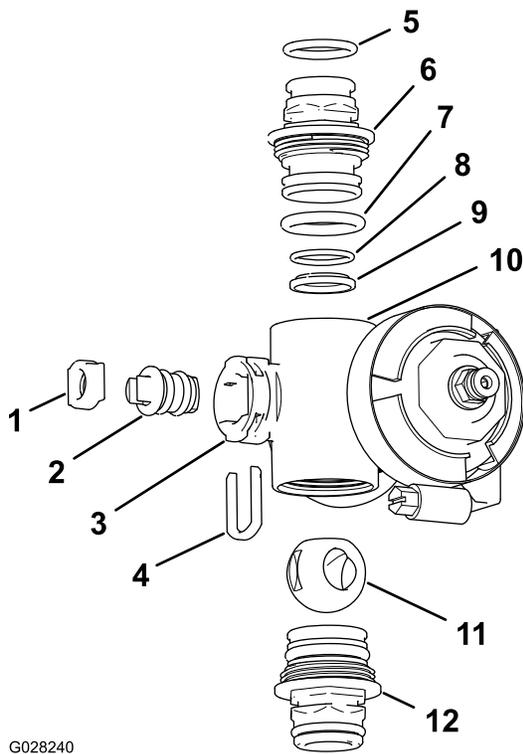

Рисунок 124
2. Снимите два штуцера торцевой крышки в сборе с каждого конца корпуса коллектора (**Рисунок 123** и **Рисунок 124**).
4. Извлеките держатель штока из пазов в отверстии штока в коллекторе (Рисунок 123 и Рисунок 124).
5. Снимите держатель штока и седло штока клапана с коллектора (Рисунок 123 и Рисунок 124).
6. Просуньте руку внутрь корпуса коллектора и извлеките оттуда шток клапана в сборе (Рисунок 123 и Рисунок 124).
1. Проверьте состояние уплотнительных колец выпускных штуцеров (только коллектор клапана секции), уплотнительных колец торцевых крышек, задних уплотнительных колец седла и седла шарового клапана на отсутствие повреждений или износа (Рисунок 123 и Рисунок 124).
2. Нанесите силиконовую консистентную смазку на шток клапана и вставьте его в седло штока клапана (Рисунок 123 и Рисунок 124).
3. Вставьте шток и седло клапана в коллектор и закрепите шток и седло держателем штока (Рисунок 123 и Рисунок 124).
4. Убедитесь, что заднее уплотнительное кольцо седла и седло шарового клапана выровнены и правильно установлены в штуцере торцевой крышки (Рисунок 123 и Рисунок 124).
5. Установите штуцер торцевой крышки в сборе на корпус коллектора так, чтобы фланец штуцера торцевой крышки касался корпуса коллектора (Рисунок 123 и Рисунок 124), затем доверните штуцер торцевой крышки еще на $\frac{1}{8}$ – $\frac{1}{4}$ оборота.